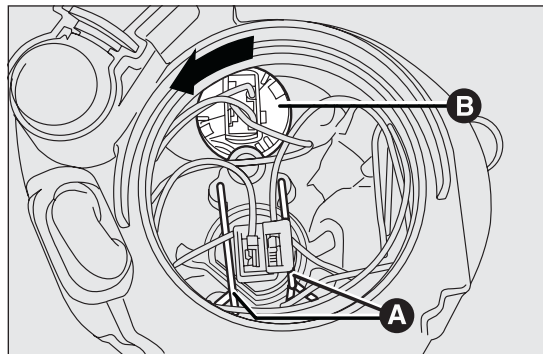

Abb. 114
- ☐ Die beiden Lampenhalterklammern A Abb. 114 aushaken;
- ☐ Den Lampensockel B Abb. 114 gegen den Uhrzeigersinn drehen und herausziehen;